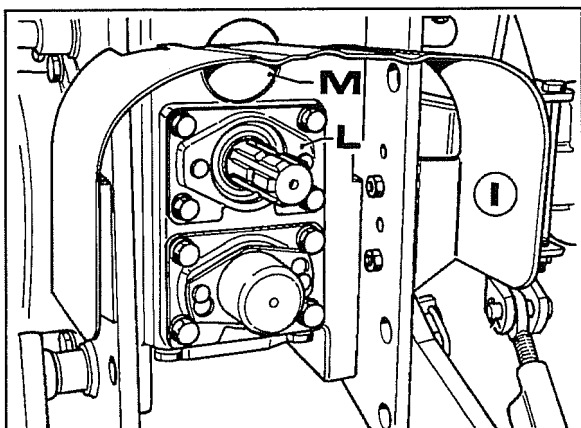

Fig. 11
1. Retirar a protecção **I**, a tampa **L** e a tampa **M** da fig. 11.